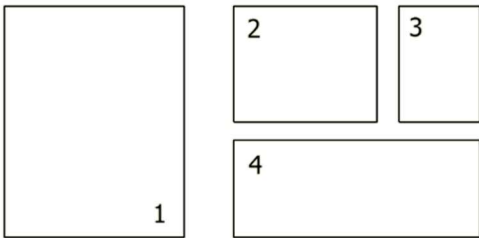

图 3-4 板材加工图编号要求
- 4. 考虑拼装方便，所有零件图形须编号，如为“实体 1”对应的图形编号为“1”，如图 3-4。